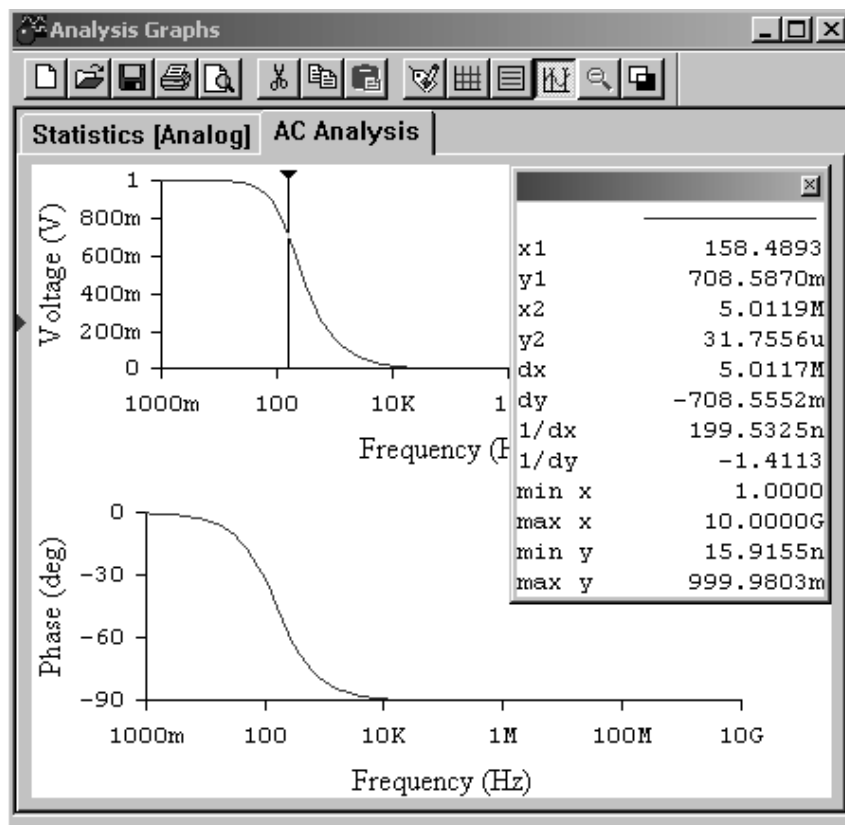

Рис. 38. Визначення граничної частоти смуги пропускання
2.2.1. За отриманою амплітудно-частотною характеристикою визначте граничну частоту смуги пропускання кола, для чого у вікні *Analysis Graphs* натисніть кнопку *Toggle Cursors* (рис.38).